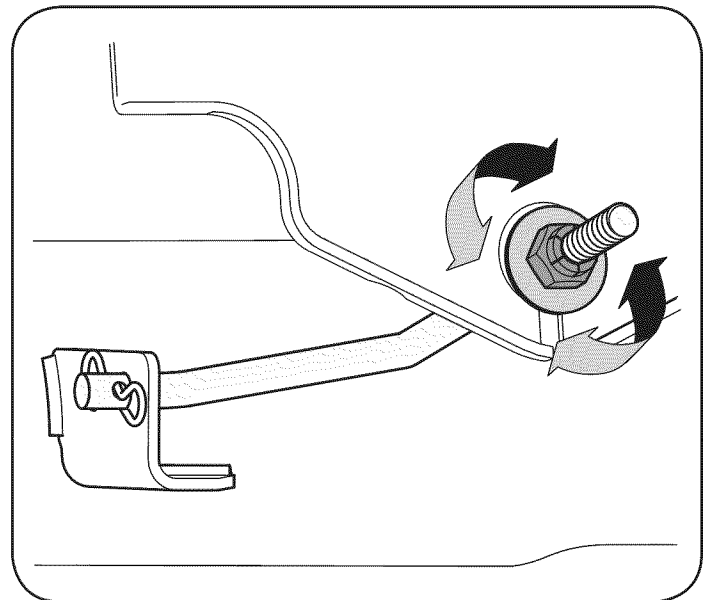

Figura 17
3. Busque la tuerca y la tuerca de bloqueo en la parte frontal del soporte del estabilizador. Véase la figura. 17 Después de aflojar la tuerca de bloqueo: